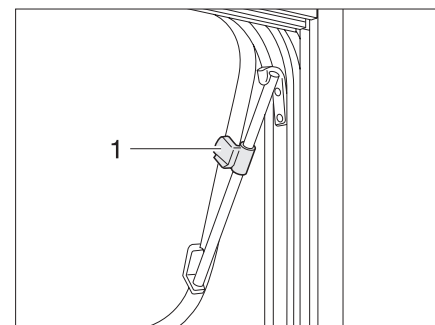

Fig. 20 Finestra apribile con deflettori a rotazione, aperta
- ▶ Aprire la finestra apribile fino alla posizione desiderata e bloccarla con il pomello zigrinato (Fig. 20,1).
- ▶ Ruotare il pomello zigrinato (Fig. 20,1) fino a sbloccare l'arresto.